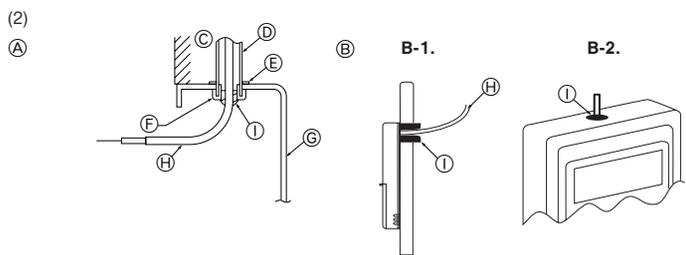

Fig. 6-3
(2) Καλύψτε την είσοδο του καλωδίου στο τηλεχειριστήριο με στόκο ή μαστίχη για να αποφύγετε την ενδεχόμενη είσοδο σταγόνων, νερού, καταρτιδίων ή σκουλικιών. (Fig. 6-3)